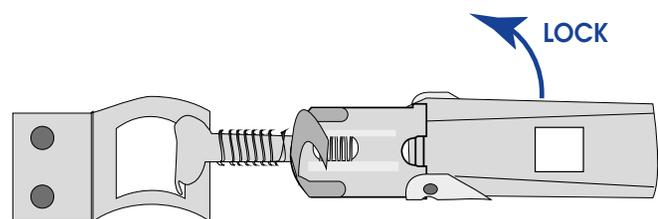

Bild 5: Verriegelung der äußeren Schnellverschlüsse
3. Verriegeln Sie die beiden äußeren Schnellverschlüsse (Bild 5).